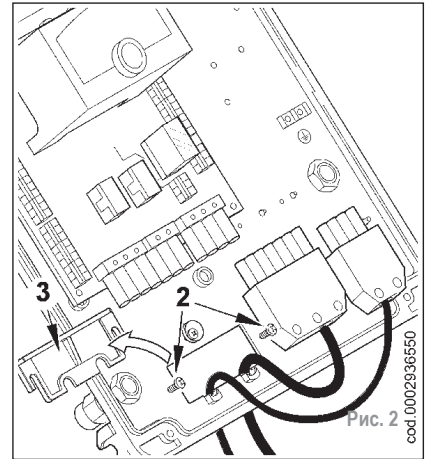

Рис. 2
- Отвинтить 4 винта (1) в рисунке 1, чтобы снять крышку, избегая снятия прозрачной двери. Таким образом, можно иметь доступ к электрической панели горелки.
- Ослабить винты (2). После снятия пластины крепления кабелей (3), пропустить через отверстие 7-ми штырьковый и 4-х штырьковый разъёмы (см. рисунок 2).